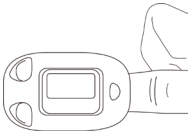

Figura 5 Posizionare il dito
- 2) Aprire il sensore come mostrato in figura 5.